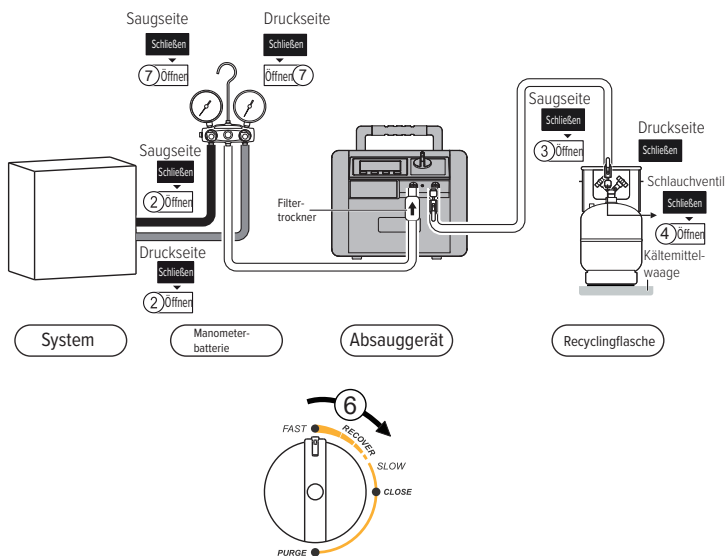

Bild 6: Absaugen des Systems
Füllschläuche wie angegeben in Bild 6 anschließen und anziehen. Die Verbindungen müssen dicht sein. Alle Ventile müssen geschlossen sein.
17. Füllschläuche und Manometerbatterie wie in Bild 6 auf Seite 10 anschließen und das gasförmige Absaugen, wie im Abschnitt „2. Absaugen der Kälte- bzw. Klimaanlage“ auf Seite 10 beschrieben, durchführen.